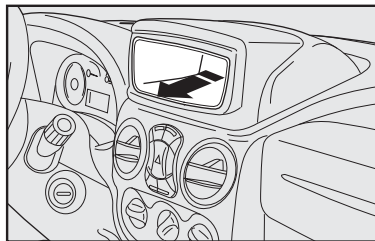

fig. 113
Nas versões que não possuem autorrádio instalado originalmente, este equipamento deverá ser montado na respectiva sede prevista para esta finalidade **fig. 113**.
- Sede desmontável para o autorrádio **fig. 113**.
Para instalar o rádio é necessário retirar a sede pressionando-a para cima e retirando-a para o interior do veículo conforme **fig. 113**.